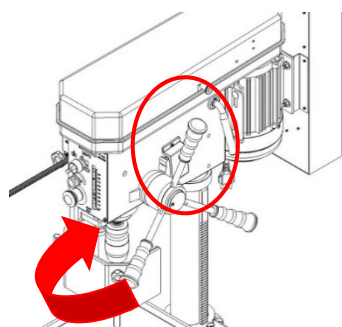

Figure 12
2. Queste macchine hanno un design speciale per la filettatura e un dispositivo di cambio rapido. Se si desidera che il mandrino ruoti all'indietro durante la filettatura ed estrarre la punta di filettatura, è sufficiente tirare la maniglia verso l'alto (come mostrato nella **Figure 12**). Quando si desidera continuare a lavorare, basta spingere l'impugnatura verso il basso. (come mostrato nella **Figure 13**).